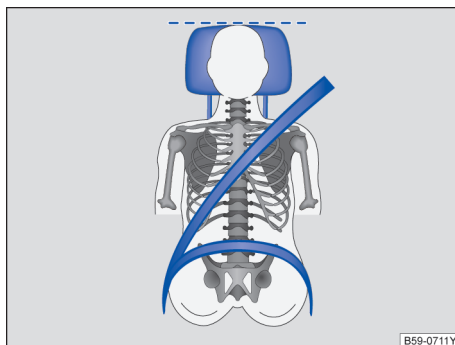

图 25 驾驶员头枕的正确位置
- 调节头枕，使头枕的上沿与您的头顶等高，不可低于眼睛，头部尽可能贴近头枕→图 25。